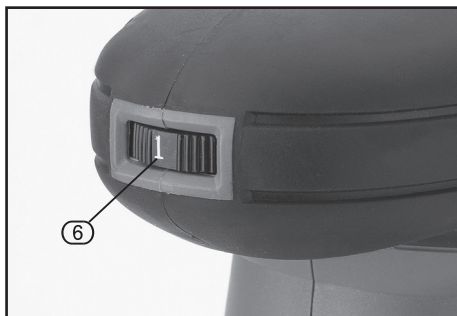

FIG.5
8.4 VARIABLE SPEED CONTROL - FIG. 5